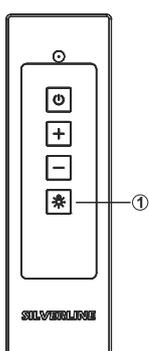

Fig. 25: Accensione/spengimento dell'illuminazione
1. ➤ Premere il pulsante ☼ (Fig. 25/1).
2. ➤ Premere di nuovo il pulsante ☼ (Fig. 25/1).